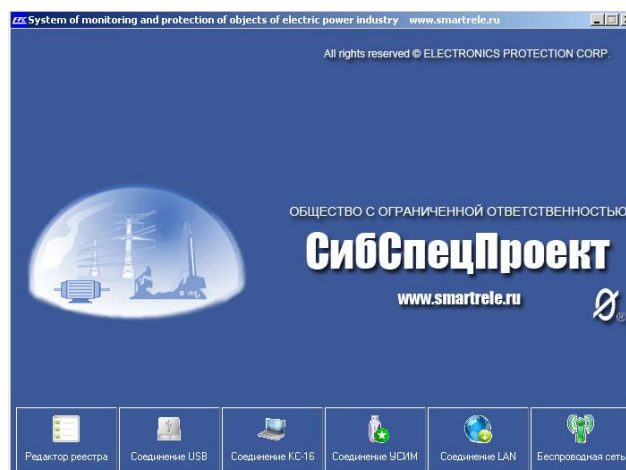

Рисунок 4 – Стартовая программа «Мониторинг Электроустановок»
5.6.1 Для запуска приложения обслуживания сети беспроводного доступа запустите из меню «ПУСК» или с помощью ярлыка на рабочем столе программу «Мониторинг Электроустановок» и нажмите кнопку «Беспроводная сеть» (рис. 4).